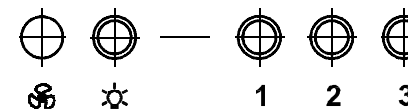

РИС. 9
7.2.2 Кнопочный переключатель (рис.9) с лампой индикации имеет четыре кнопки с фиксацией.